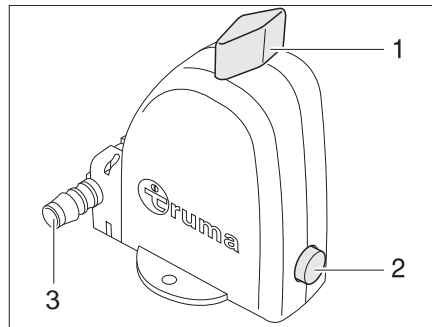

Bild 217 Sicherheits-/Ablassventil des Boilers - Stellung Betrieb
Der Boiler ist mit einem Sicherheits-/Ablassventil (Bild 217) ausgestattet. Das Sicherheits-/Ablassventil verhindert, dass das Wasser im Boiler einfriert, wenn bei Frost die Heizung nicht eingeschaltet ist.
- ▷ Der Entleerungsstutzen (Bild 217,3) des Sicherheits-/Ablassventils muss immer frei von Verschmutzungen (z. B. Laub, Eis) sein.
- Drehknopf (Bild 217,1) 90° längs zum Sicherheits-/Ablassventil drehen. Der Druckknopf (Bild 217,2) springt heraus. Der Boiler wird über den Entleerungsstutzen (Bild 217,3) des Sicherheits-/Ablassventils nach außen entleert.
- Drehknopf (Bild 217,1) 90° quer zum Sicherheits-/Ablassventil drehen.
- Druckknopf (Bild 217,2) eindrücken.